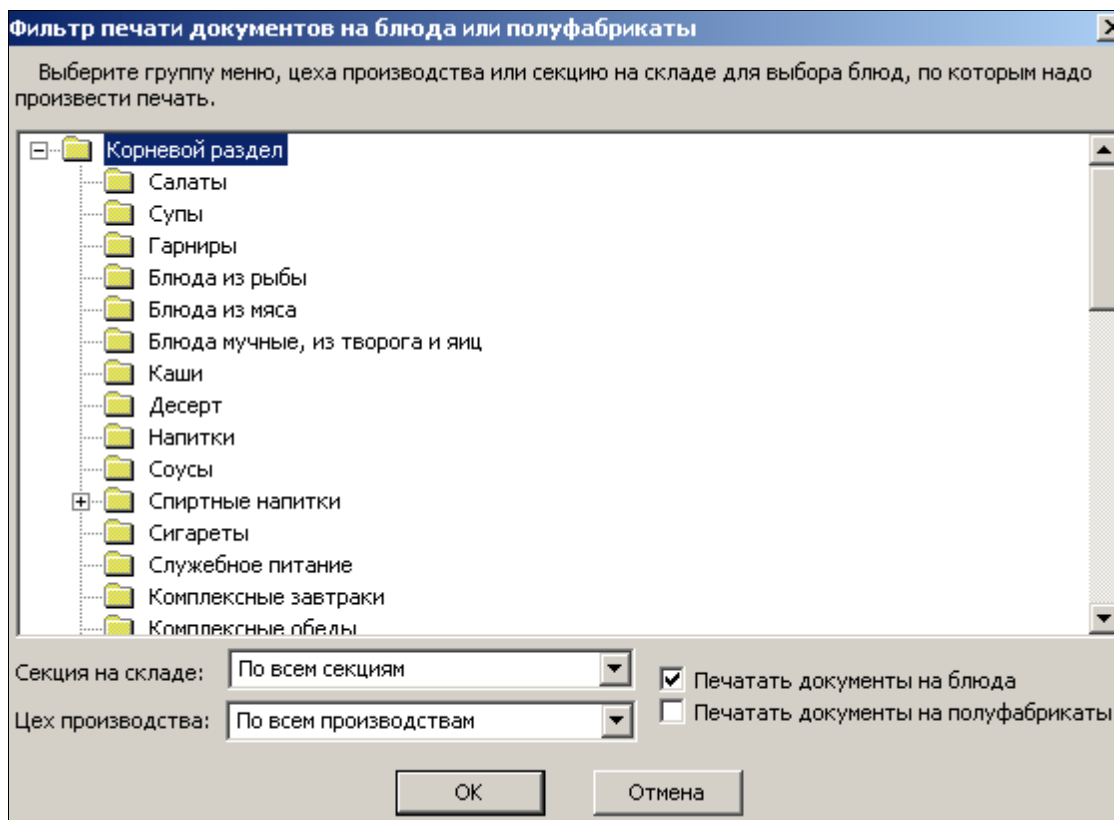

Рис. 5.26.
- *Печать калькуляционных карт* – печать калькуляционных карт нескольких блюд, выбранных с помощью фильтра (см. рис. 5.26. и 5.27.)
- *Добавить заменитель во все КК* — добавление товара или полуфабриката в качестве заменителя во все калькуляционные карты (см. рис. 5.26. и 5.27.);